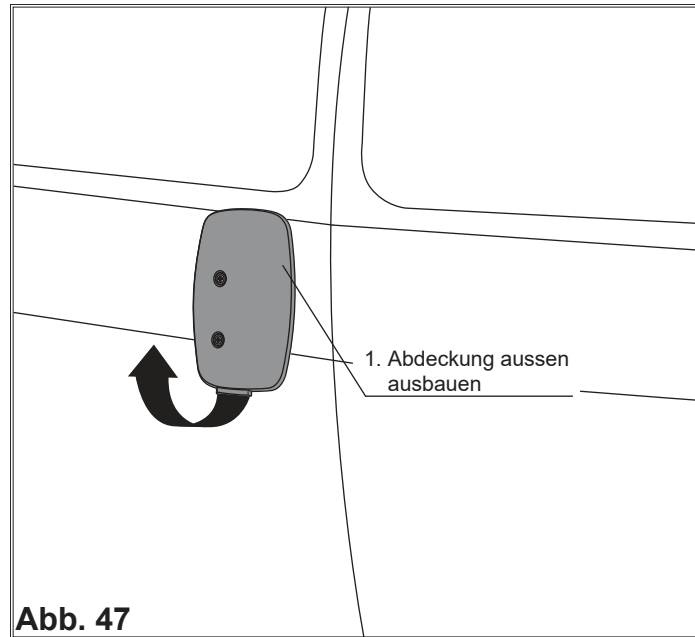

Abb. 47
1. Die Abdeckung ausbauen, wenn vorhanden, (Abb. 47).